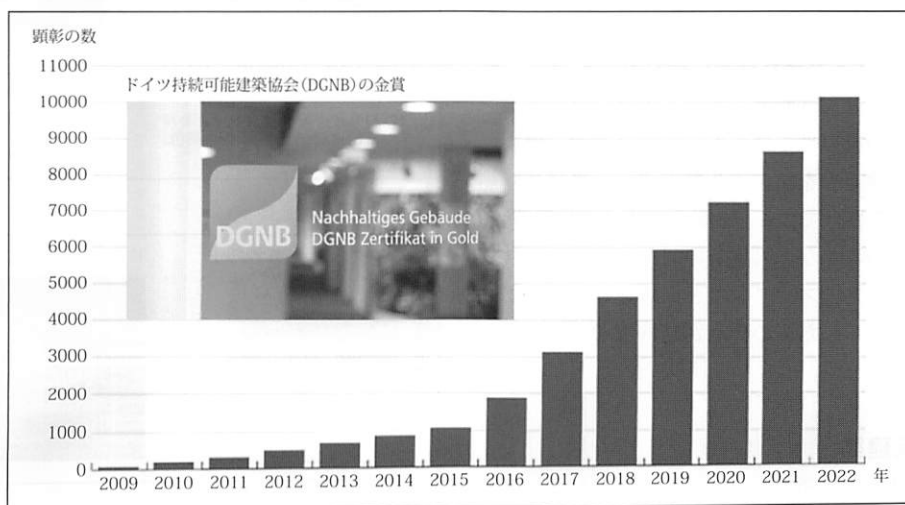

図8 ドイツ持続可能建築協会(DGNB)の顕彰(世界約30か国)
- DGNB賞：DGNBの認証システムは柔軟であり、他国の気候、建築、法律、文化的特性にも適応可能です。2022年12月31日現在、世界約30か国で1万以上のDGNB賞が授与されています。(図8)